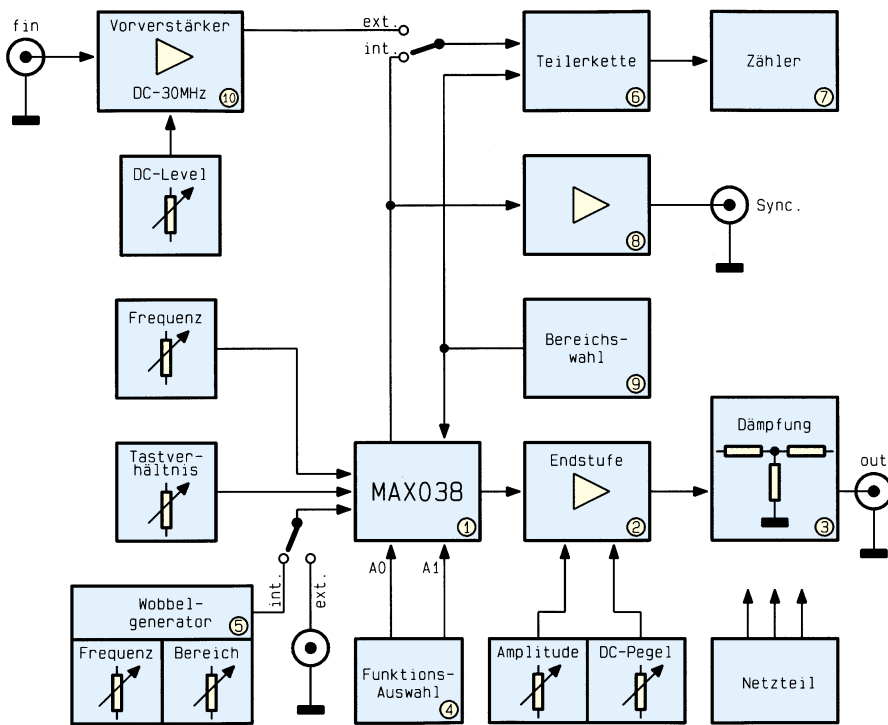

Bild 2: Prinzipieller Aufbau des Funktions-Generators
Der prinzipielle Aufbau des auf der Grundlage des MAX038 entwickelten Funktions-Generators MFG 9000 ist in Abbildung 2 dargestellt. Das Ausgangssignal des MAX038 gelangt mit einer Amplitude von 1 V zur Endstufe (2). Dort findet eine Verstärkung von 5 statt, so daß die maximale Ausgangsspannung des MFG 9000 10 V_{SS} beträgt. Die Einstellung der Amplitude sowie die Addition eines DC-Pegels werden an dieser Stelle vorgenommen.